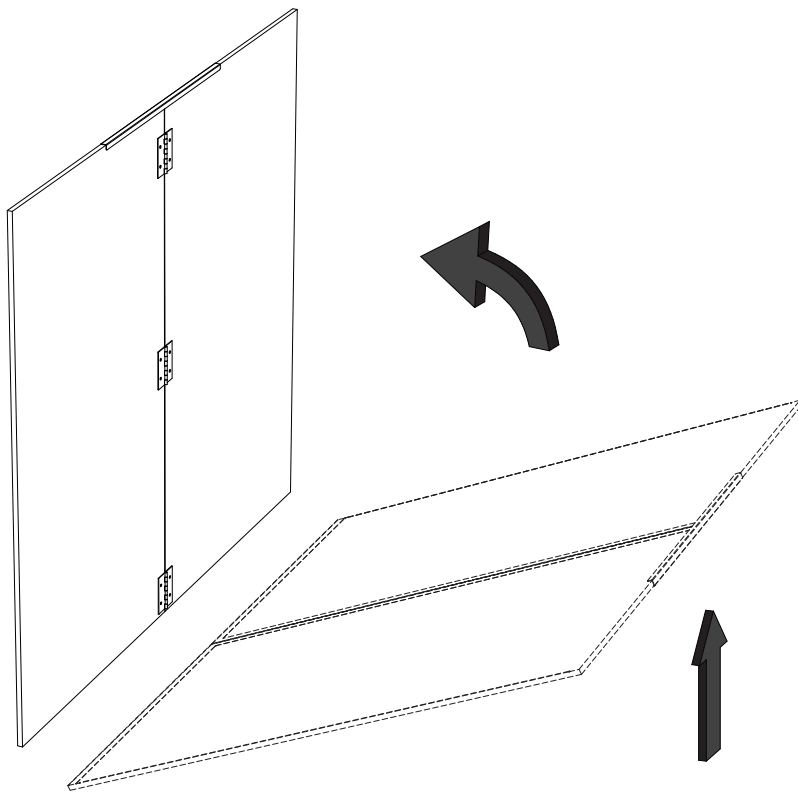

Figura 5
3. Con la ayuda de otro adulto, levante uno de los tableros de la mesa y parela en uno de sus extremos que no tiene refuerzo. Ver Figura 5.